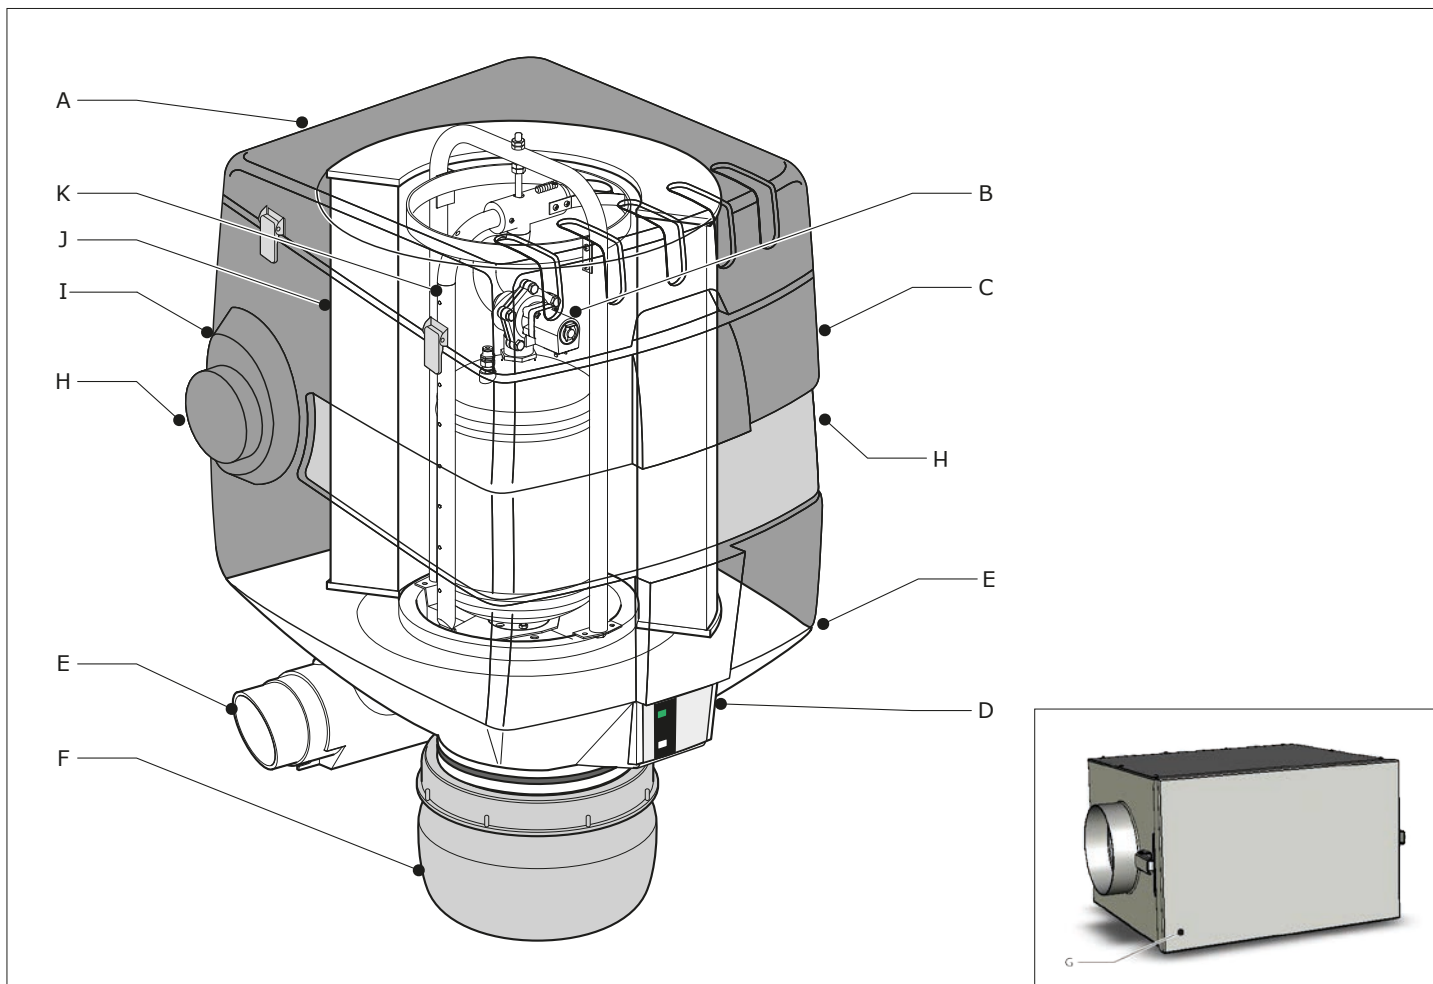

Fig. 3.1
Der selbstreinigende Schweißrauchfilter besteht aus folgenden Hauptbestandteilen (siehe Fig. 3.1):
- Fig. 3.1:
Der verunreinigte Schweißrauch wird von einem externen Absaugventilator über einen Spiralschlauch bzw. einen Flexschlauch und über die Vorfilterbox (siehe Fig. 3.1 G) in den Schweißrauchfilter geblasen, wo dann größere Partikel und Funken separiert werden.
Anschließend wird die Luft vom Filter (Fig. 3.1 J) mit einer Filteroberfläche von circa 30 m² gereinigt, wobei fast alle Teilchen (ab 0,3 µm) abgefangen werden.
Über die Ausblasöffnung bzw. Ausblasöffnungen (Fig. 3.1 E) verlässt die gereinigte Luft den Filter und kann wahlweise wieder an den Arbeitsplatz zurück oder nach draußen abgeführt werden. Sobald der Filter stark verschmutzt ist -und die Absaugleistung dementsprechend stark abgenommen hat-, aktiviert ein Differenzdruckschalter das RoboClean Druckluft-Reinigungssystem, das den Filter daraufhin mittels abschnittsweise gesteuerter Druckluftstöße gründlich reinigt. Die staub- und Schmutzteilchen fallen an der Außenseite der Filters in einen Kunststoff-Staubfass (Fig. 3.1 F).